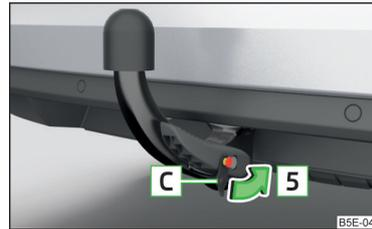

Abb. 191 Kappe auf das Schloss stecken
- Die Kappe **C** auf das Schloss in Pfeilrichtung **5** stecken und eindrücken » Abb. 191.